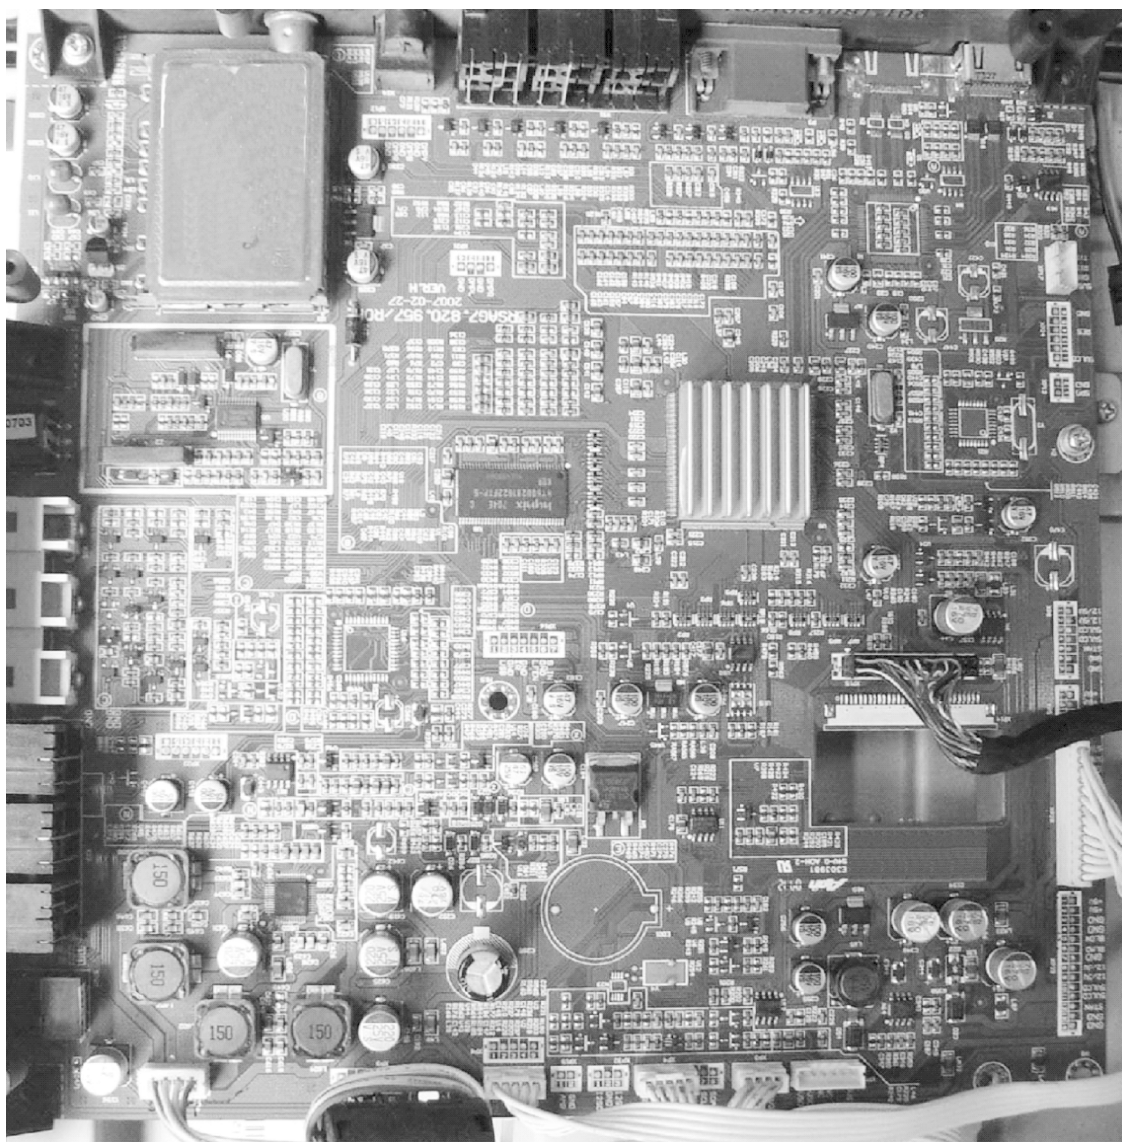

图 4-13 主板
4) 主板是液晶电视中信号处理的核心电路部分, 在系统控制电路的作用下承担着将外接输入信号转换为统一的液晶显示屏所能识别的数字信号的任务。主板中往往包含着大量的电容、电阻等贴片元器件, 图 4-13 所示为海信 TLM4033D 型液晶电视主板实物图。